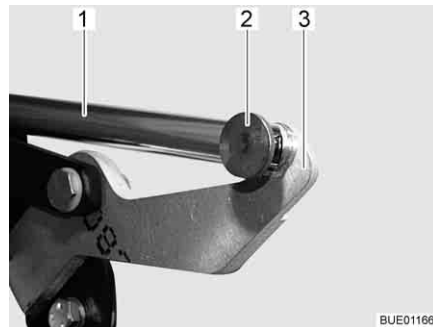

Fig. 86 Entraînement
- Retirer la jonction (par ex. goupille et broche) (Fig. 86,2) entre la tige de poussée (Fig. 86,1) et le levier (Fig. 86,3).